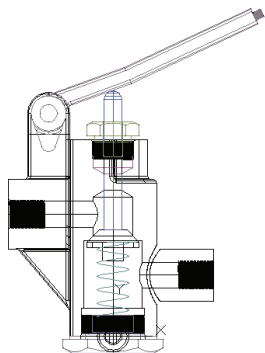

图 11-191 复制销轴后的图形
3) 复制销轴: 选择菜单栏中的“编辑”→“带基点复制”命令, 选取基点为(0,0,0), 将“销轴”图形复制到“手压阀装配图”的前视图中, 指定的插入点为(0,0,0), 如图 11-191 所示。